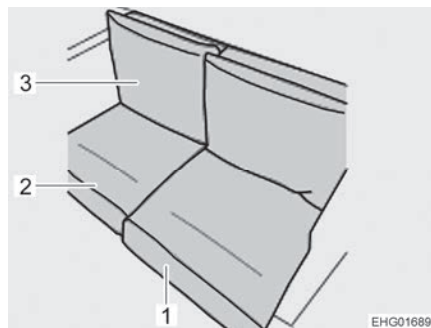

Fig. 44 Banco
- Colocar el cojín del respaldo (Fig. 44,3) y los cojines del asiento (Fig. 44,1 y 2).